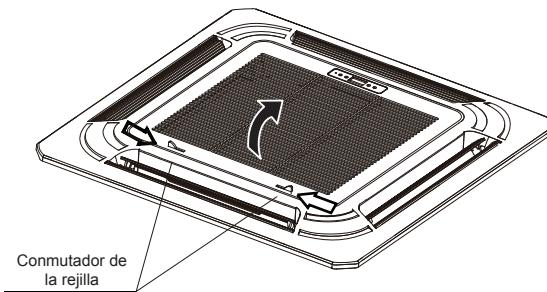

Imagen 3.12
- Presione los dos cierres de la rejilla hacia adentro en la dirección indicada por las flechas al mismo tiempo para levantarla (Imagen 3.12).